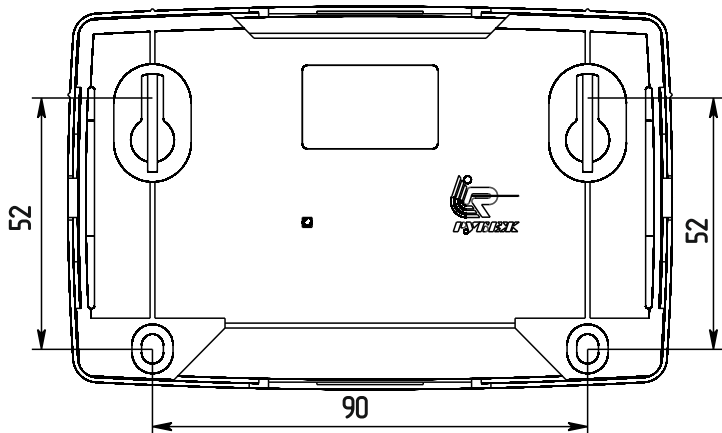

Рисунок 3
- при установке на стену (см. рисунок 3):